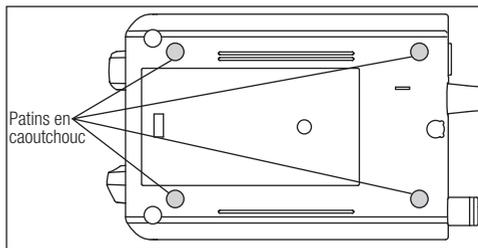

Fig. 6
- 2) Installez les patins en caoutchouc aux endroits appropriés tel qu'indiqué sur la figure 6.